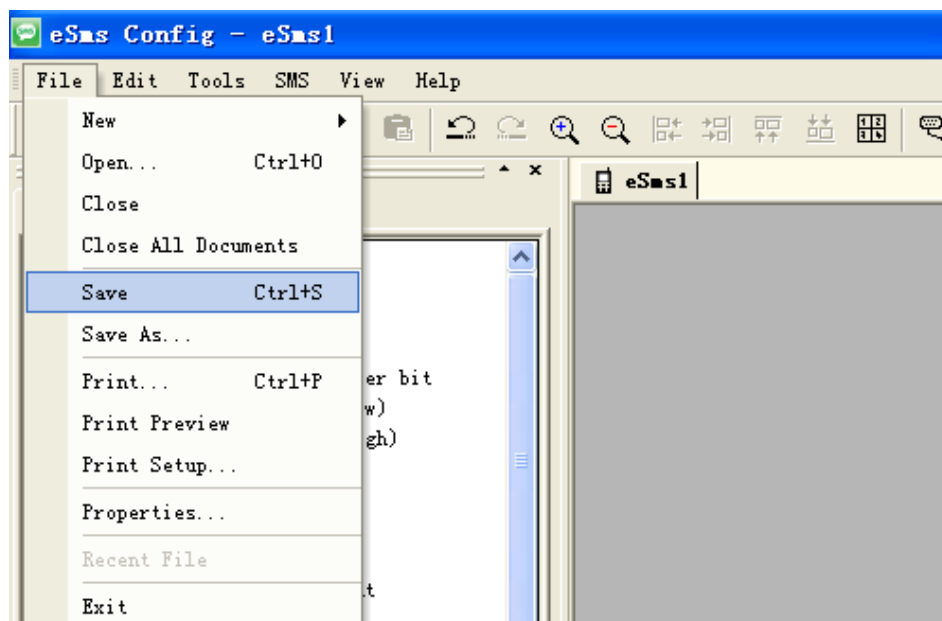

Рис. 7.10.8 Меню сохранения файла
1. Для сохранения программы следует нажать на опцию “save” или “Save As” в меню “File” левой кнопкой мыши (См. Рис.7.10.8) или нажать на кнопку  в строке инструментов.